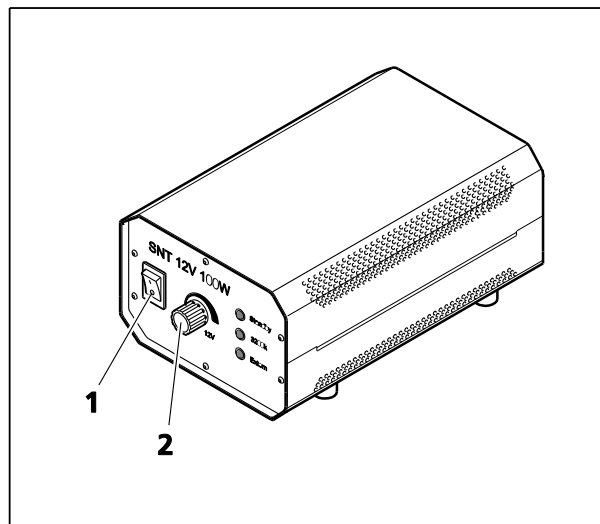

Figure 4-1 Bloc d'alimentation externe HAL 100
(3) Réglage d'un champ clair en lumière transmise selon KÖHLER
- L'éclairage en lumière transmise est allumé sur le bloc d'alimentation externe (Figure 4-1/1).
- Régler la luminosité de l'image à l'aide du contrôleur d'intensité lumineuse (Figure 4-1/2) du bloc d'alimentation externe.